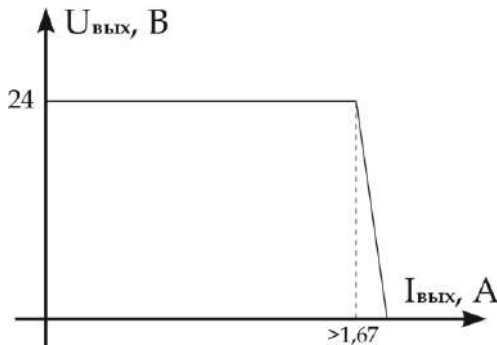

Рис. 3.3. Выходная вольтамперная характеристика Блока питания
3.10.2. Выходная вольт-амперная характеристика Блока питания приведена на рис. 3.3.
При превышении номинальной нагрузки (ток нагрузки более 1,67 А). Блок питания переходит в режим ограничения мощности, снижая напряжение питания на выходе (рис. 3.3). При выходном напряжении менее 22 В реле в цепи ПИТАНИЕ НОРМА размыкается, и светодиод «РАБОТА» гаснет.